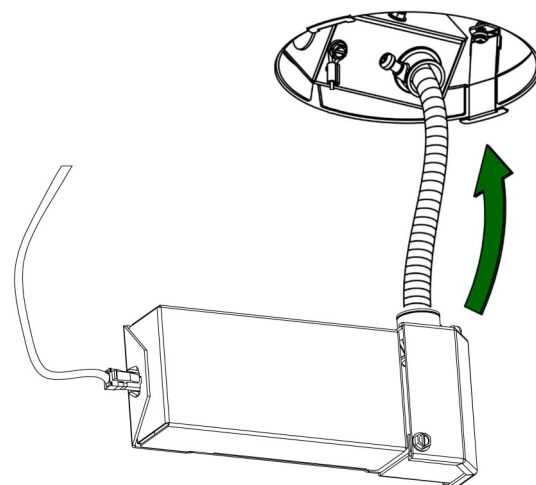

Fig. 10
10. Poussez le conduit d'alimentation et la boîte de raccordement à travers l'ouverture et dans le plénum de raccordement, puis l'ensemble du pilote et l'ensemble DEL (Fig. 10).